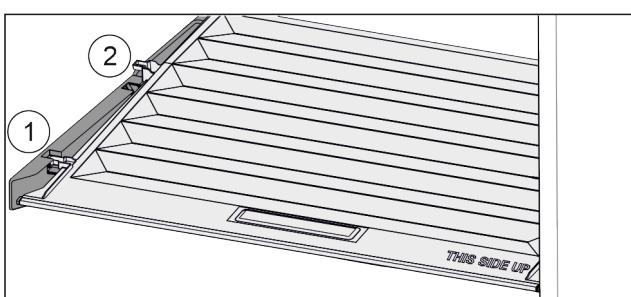

Fig. 73
- ▶ 将盖子向前拉 Fig. 73 (1)至定位件开口。
- ▶ 从下方抬起后端并向上将其移出 Fig. 73 (2)。